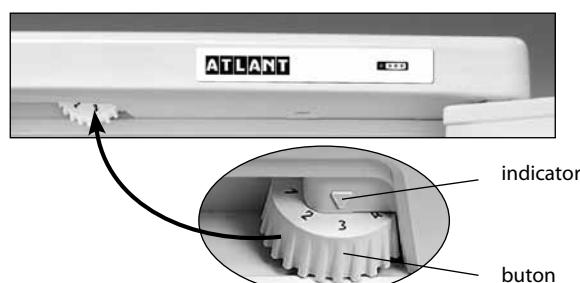

Figura 3 – Reglarea temperaturii
**1.4** Elementul de reglare a temperaturii din frigider, în conformitate cu Figura 3 este butonul de reglare a temperaturii (numit în continuare – buton), care se află sub masca frigiderului. Butonul se rotește în sensul acelor de ceasornic sau în sensul contrar al acestora și are diviziuni numerice. Diviziunea "1" corespunde celei mai joase setări de temperatură (răcire minimă) în camera frigorifică, diviziunea "7" – celei mai înalte setări de temperatură (răcire maximă). Pentru a regula temperatura, fixați diviziunea butonului sub indicator.
Deschideți ușa CF și fixați sub indicator diviziunea "2" a butonului. Închideți ușa CF. Pentru setarea temperaturii optimale pentru păstrarea produselor în camera frigorifică, efectuați reglarea cu ajutorul butonului în conformitate cu figura 3. În cazul dacă după ajustarea sau schimbarea condițiilor de exploatare compresorul a început să funcționeze continuu, este necesar de a roti rolă în direcția reducerii decalajului digital până când se fixează cu clic în termostat. După ajustare temperatura în frigider se menține în mod automat.